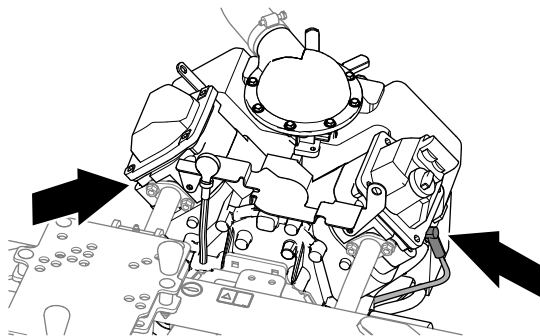

Figure 82
4. Débranchez le fil des 2 bougies comme montré à la Figure 82.